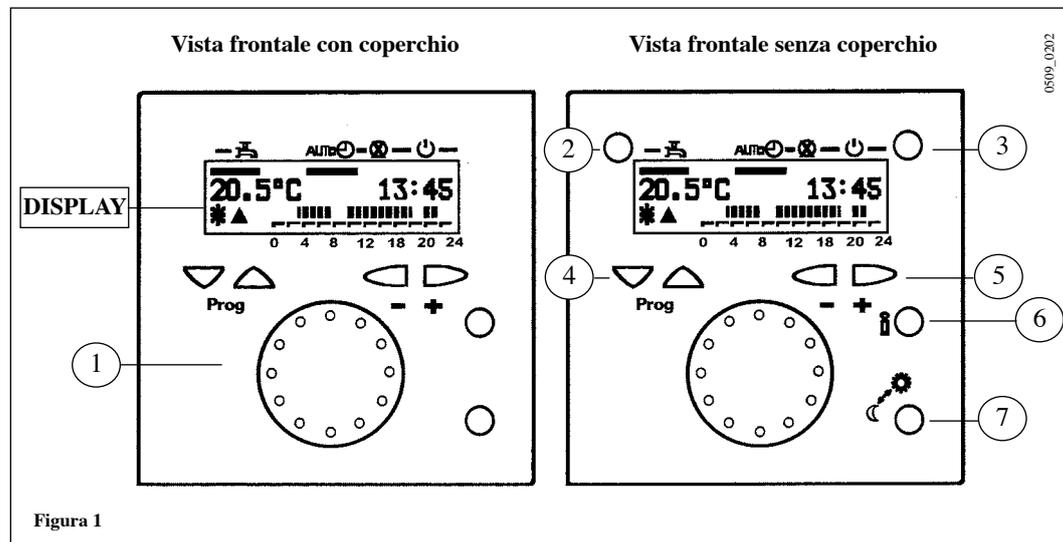
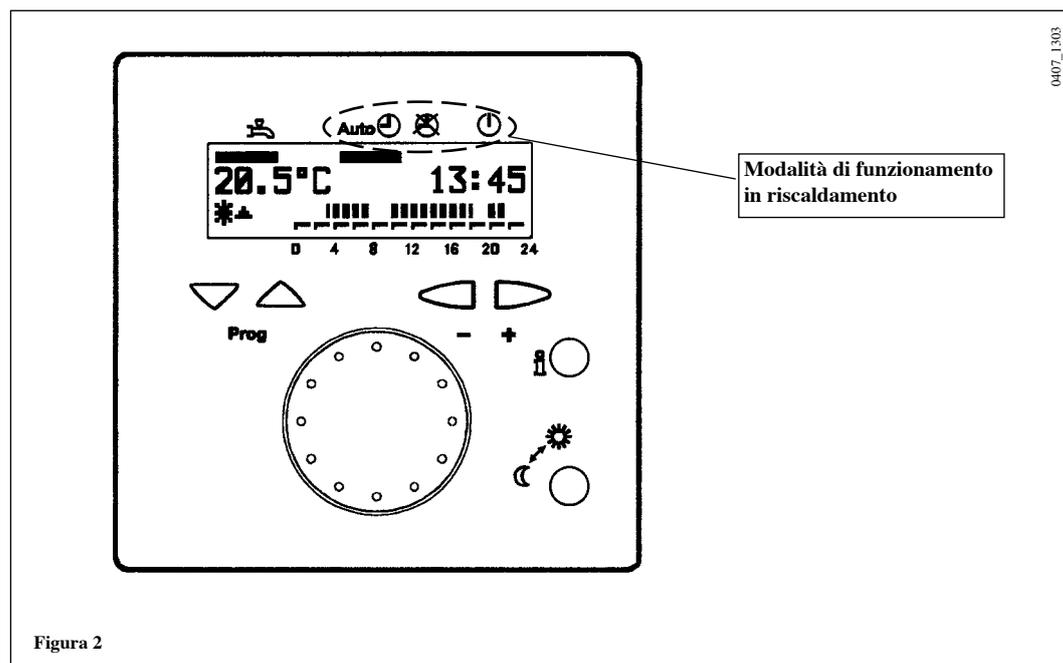

Figura 1
Figura 2
Premendo il tasto n° 3 (figura 1) è possibile attivare tre modalità di funzionamento della caldaia in riscaldamento; queste modalità sono identificate dalla visualizzazione, sul display, di un trattino nero sotto al simbolo corrispondente (figura 2).
Per aumentare la temperatura, ruotare la manopola (1) di figura 1 in senso orario e viceversa per diminuirla.
- 1) Agire sulla manopola presente sul pannello frontale (riferimento 1 di figura 1);
- 2) è stato premuto il tasto 3 (figura 1), attivando la modalità di funzionamento in riscaldamento manuale. Sul display è visualizzato un trattino nero sotto al simbolo “”;
- 3) è stato premuto il tasto “presenza” (riferimento 7 di figura 1), attivando la modalità di funzionamento nominale: sul display è visualizzato il simbolo “”.
- b) il tasto presenza (riferimento 7 di figura 1) è stato premuto attivando la modalità di funzionamento ridotta. Sul display è visualizzato il simbolo “”.